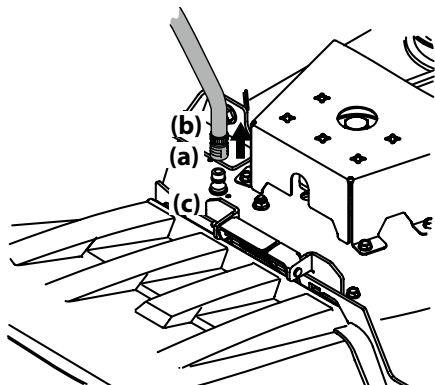

Figura 4-4
- Tire hacia atrás el collarín de ajuste (a) del adaptador del pico (b) y empuje el adaptador del pico (b) hacia uno de los picos de lavado de la plataforma (c) de cualquiera de los dos extremos de la plataforma de corte. Suelte el collarín de ajuste (a) para trabar el adaptador en el pico (b) en el pico de lavado de la plataforma (c). Vea la Figura 4-4.